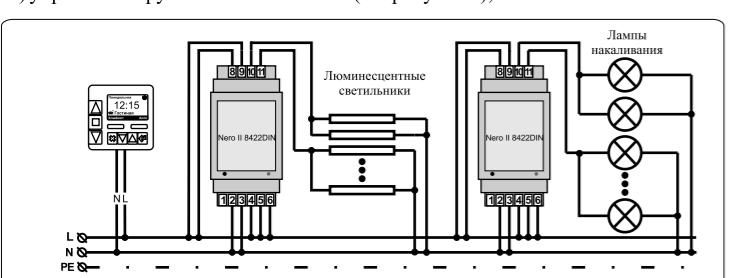

Рисунок 3. Управление группами светильников с помощью Nero II 8422DIN
- Чтобы контакты клемм и контакты реле не перегревались, рекомендуется при подключении нагрузки использовать по одному проводу на каждый контакт и разделить нагрузку по мощности (см. рис. 3 и 4).